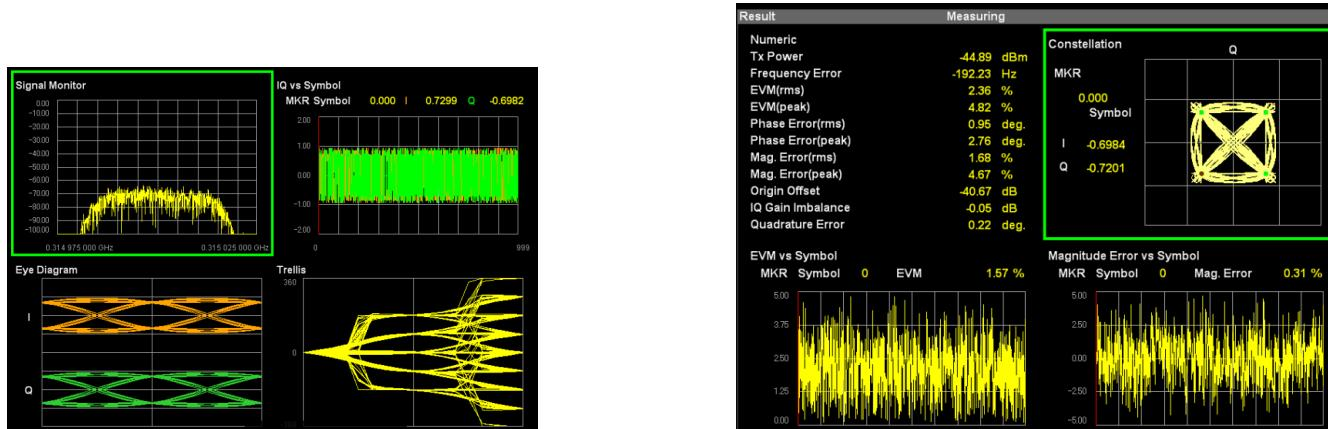

Figura 16: Gráficos de la aplicación de analizador de modulación vectorial.
- 8) Observe los cambios en los diferentes gráficos que se pueden generar en el analizador de modulación vectorial los cuales muestran en la figura 16.
- 4) Luego acceda a configuraciones básicas de la aplicación configura el tipo de modulación que utilizará, como se puede ver en la figura 16.